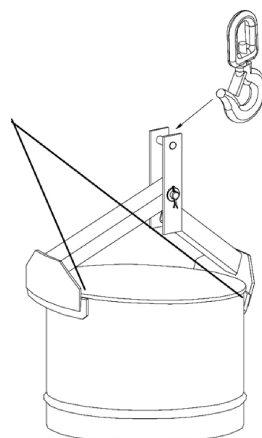

Fig. 2
2.3. Al comenzar la elevación, los dos extremos de la pinza tienden a cerrarse. Compruebe entonces que la pinza está alineada con el diámetro del bidón y que la cuna situada en cada extremo de los dos brazos (1 y 2) está perfectamente posicionada debajo de la pestaña del bidón a elevar. (fig.2).